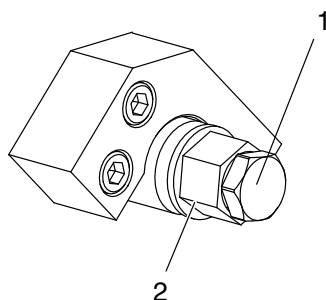

Fig. 24
**NOTA:** Utilize uma segunda chave de bocas, quando aparafusar e desaparafusar o parafuso de descarga de pressão (1, fig. 24). Deste modo impede-se o rodar do cartucho filtrante (2, Fig. 24).